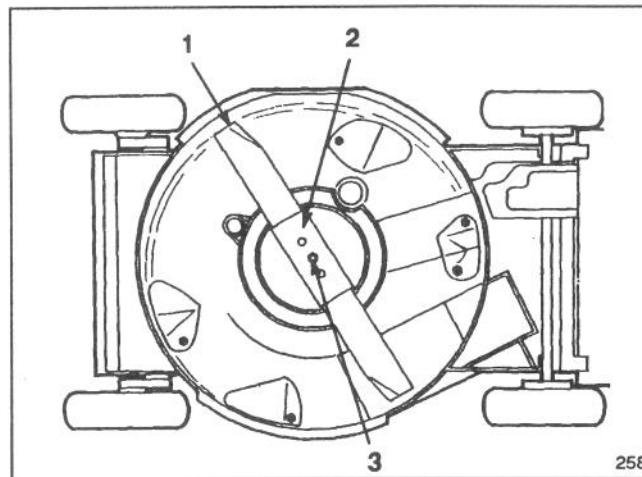

Figure 25
3. Basculer la tondeuse sur son côté droit (Fig. 25). Éviter de faire tourner la lame ce qui risquerait de créer un problème de démarrage.
5. DÉPOSE DE LA LAME – Saisir l'extrémité de la lame avec un chiffon ou un gant épais. Retirer le boulon de lame, la rondelle de blocage, le renfort de lame et la lame elle-même (Fig. 25).